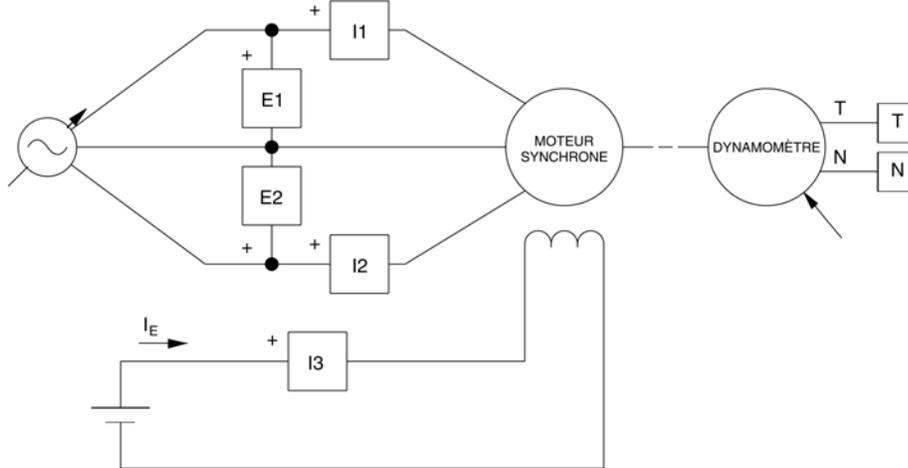

Figure 5-7. Moteur synchrone couplé à un dynamomètre.
Dans la première partie de l'expérience, vous allez monter l'équipement dans le Poste de travail, le raccorder comme à la figure 5-7 et effectuer les réglages appropriés sur le module Moteur d'entraînement / Dynamomètre.
- 5. Raccordez l'équipement comme à la figure 5-7.